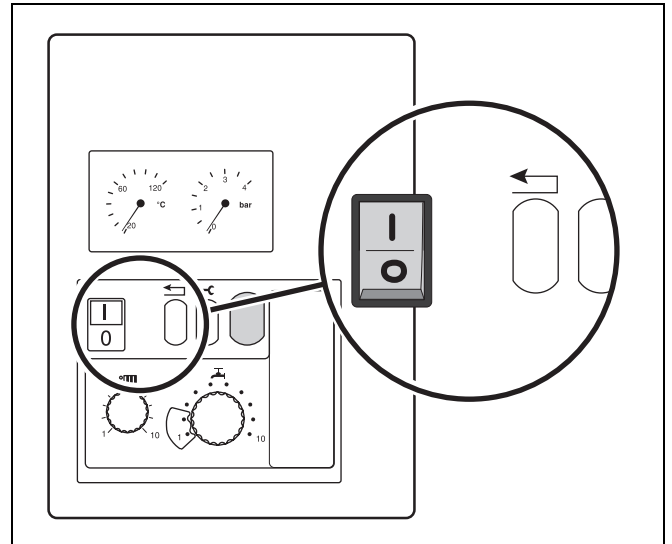

fig. 30 Enclencher le brûleur
- Mettre l'interrupteur du réseau en position "I" (fig. 30). Après un temps d'attente d'environ 30 s, le brûleur s'enclenche.